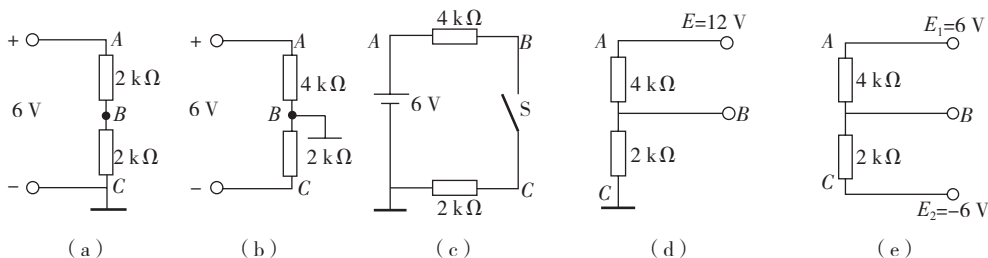

图 1-25 填空题 2 电路图
2. 指出图 1-25 所示电路中 A、B、C 三点的电位。